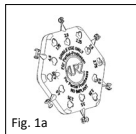
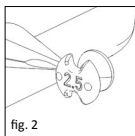

Fig. 1a
fig. 2
■ **Fig. 1a, 1b/2** El Sizer Disk (Fig. 1a, 1b) para prótesis parciales posee seis calibradores (Sizer) individuales de diferente longitud (2,0-4,5 mm) dispuestos perimetralmente. En el reverso de cada calibrador se indica la correspondiente longitud (Fig. 2). Las muescas y orificios sirven para reducir el peso y mejorar la visión durante la medición en el oído medio.